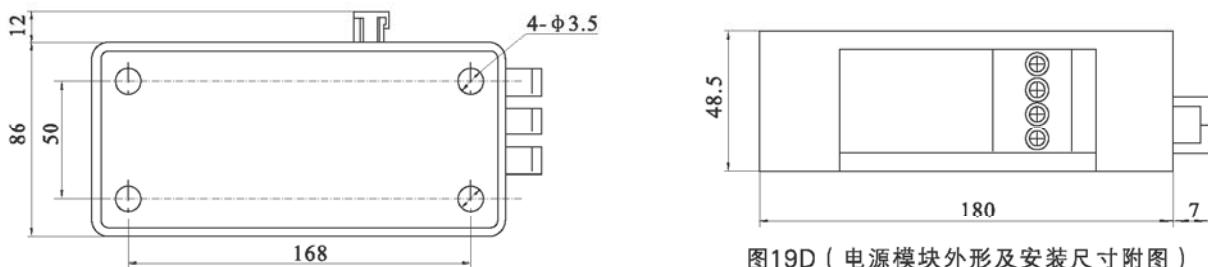

图19D ( 电源模块外形及安装尺寸附图 )
电源模块其外形及安装尺寸见图19D。二次接线如图所示[直流电源DC110V或220V从U1 (+)、U2 (-) 输入，电源模块两输出端分别相应与二次接线座端子1 (+)、2 (-) 相连]。
- (1) 若Q、F、X、M的控制电源电压不同时应分别接不同电源。
- (2) 端子35#可直接接电源(自动预储能)，也可串接常开按钮后接电源(手控预储能)。
- (3) ----- 用户连接，外加附件用户自备。
- (4) \*当智能控制器的工作电源为直流电源时，须增加电源模块(此时1#、2#端子严禁再接入交流电源)。电源模块其外形及安装尺寸见图19D。二次接线如图所示[直流电源DC110V或220V从U1 (+)、U2 (-) 输入，电源模块两输出端分别相应与二次接线座端子1 (+)、2 (-) 相连]。
- (4) \*当智能控制器的工作电源为直流电源时，须增加电源模块(此时1#、2#端子严禁再接入交流电源)。电源模块其外形及安装尺寸见图19D。二次接线如图所示[直流电源DC110V或220V从U1(+)、U2(-)输入，电源模块两输出端分别与二次接线座端子1(+)、2(-)相连]。